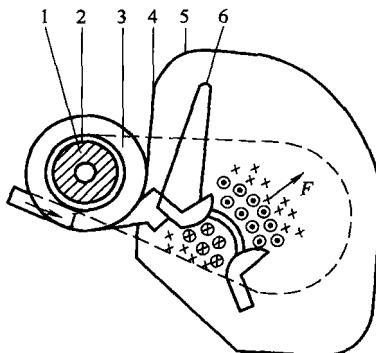

图 1-6 磁吹式灭弧装置
(1) 磁吹式灭弧装置 磁吹式灭弧装置如图 1-6 所示。图中表示静动触点刚一打开并形成电弧的情况。这种灭弧装置是由磁吹线圈 3、灭弧罩 5、灭弧角 6 等部分组成的。磁吹线圈由扁铜条弯成并串在负载电路中，中间装有铁芯 1，它们之间有绝缘套筒 2；铁芯两端装有两片铁质的导磁夹板 4，放在灭弧罩内的触点就处在夹板之间。磁吹线圈和触点串联，流过触点的负载电流也流过磁吹线圈。负载电流的方向如图所示。触点刚一打开时产生电弧，电弧电流在电弧四周形成一个磁场，其方向可以用右手螺旋法则来确定。在电弧上方磁通方向是离开纸面的，用  $\odot$  来表示；在电弧下方磁通方向是进入纸面的，用  $\otimes$  来表示。流过磁吹线圈的电流在铁芯 1 中产生磁通并经过一边夹板，穿过夹板的间隙进入另一边夹板而形成闭合磁路，其方向如图所示，用  $\times$  来表示。这样，在电弧上方，流过磁吹线圈的电流形成的磁通方向与电弧电流所产生的磁通方向正好相反，于是电弧上方的磁通被削弱而减小；而在电弧的下方，则由于两个磁通的方向相同，磁通增强。受到磁场力  $F$  的作用，电弧将从磁场强的一边拉向磁场弱的一边。这样一来，电弧就向上运动而被拉长。灭弧角 6 与静触点相接，其作用是引导电弧向上快速运动。由于电弧自下而上地迅速拉长并和空气发生了相对运动，这就不仅相当